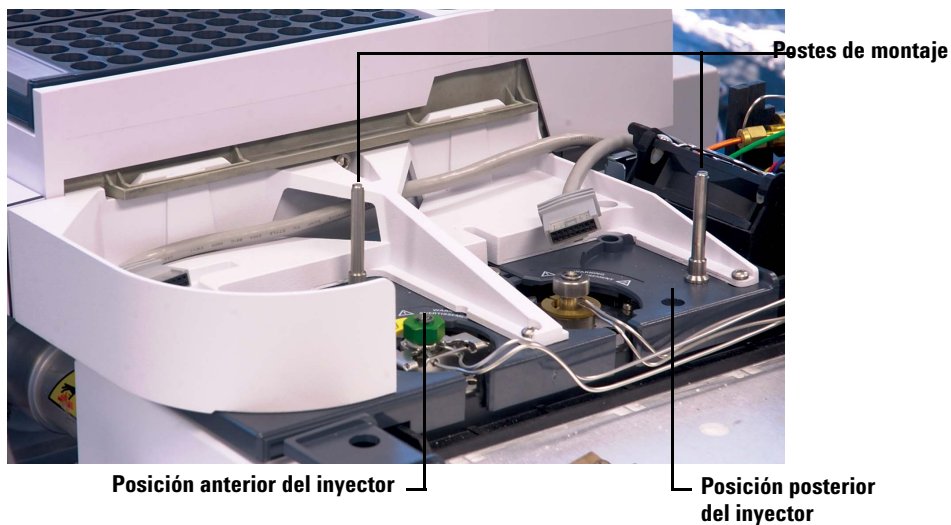

Figura 15 Instalación de postes de montaje en un GC serie 7890
- **GC serie 7890, GC 7820A y MSD 7820.** Instálelo en la posición anterior o posterior de la cubierta del inyector, según prefiera. El poste debe bajar del todo (**Figura 15**).